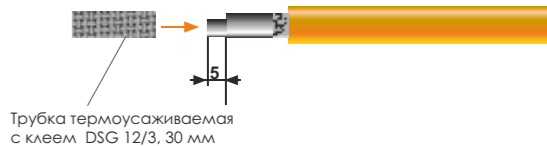

Рисунок 9
3.2.2 Срезать конец ленты "ступенькой" и надеть трубку термоусаживаемую DSG 12/3, 30 мм (см. рис. 9).